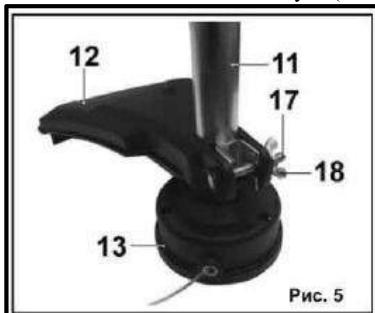

Рис. 5
7.2. Установка защитного кожуха (Рис.5).